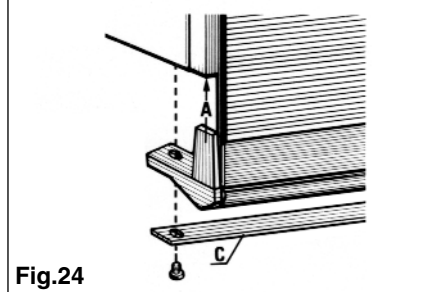

Fig.24
- Faire pivoter la patte gauche de la fixation à 90°, engager la partie (A) (fig. 24) dans le profilé et fixer l'ensemble sous le panneau de côté gauche.